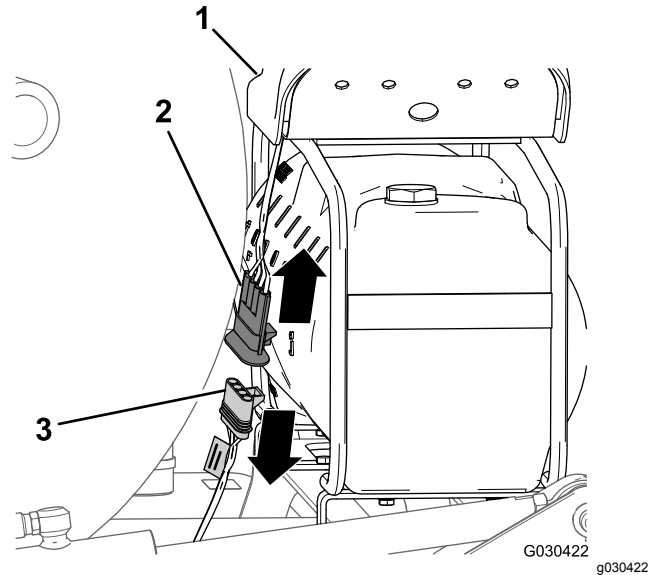

Bild 4
1. Suchen Sie an der Rückseite des Schaummarkiererbehälters den Kabelbaum am Kompressor (**Bild 4**).
2. Ziehen Sie den 4-Stift-Stecker des Kompressorkabelbaums vom 4-Buchsen-Stecker des hinteren Kabelbaums der Maschine ab (**Bild 4**).